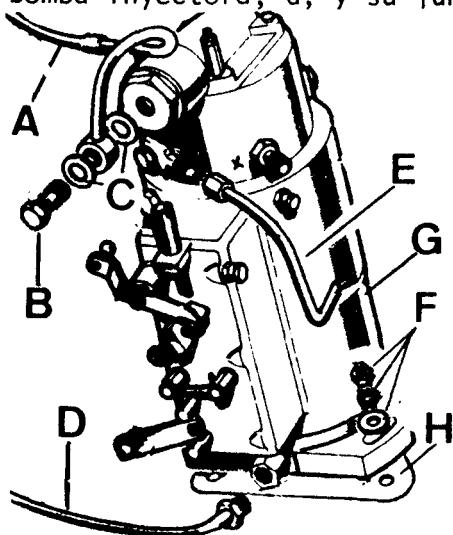

Fig. A1-39 Desmontaje de la bomba inyectora
- 1.6. Desconectar la tubería, A (Fig. A1-39) de entrada de combustible a la bomba, desmontando el racord, B, y sus arandelas de estanqueidad, C.
- 1.7. Desconectar la tubería, D (Fig. A1-39) del sobrante de gas-oil de la bomba.
1.8. Desmontar las cuatro tuberías de salida de gas-oil (alta presión), E (Fig. A1-39).
1.9. Desmontar las tuercas y arandelas de fijación, F (Fig. A1-39), extraer la bomba inyectora, G, y su junta, H.
- 2.6. Montar las tuberías de alta presión, E (Fig. A1-39), teniendo en cuenta el sentido de trabajo de la bomba inyectora y que la salida marcada con (x) - corresponde al cilindro n° 1.